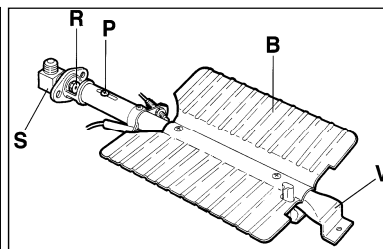

Fig.13
2. Svitare la vite **V** e sfilare il bruciatore dal supporto facendo attenzione a non danneggiare la candela di accensione e la termocoppia (**Fig. 13**)